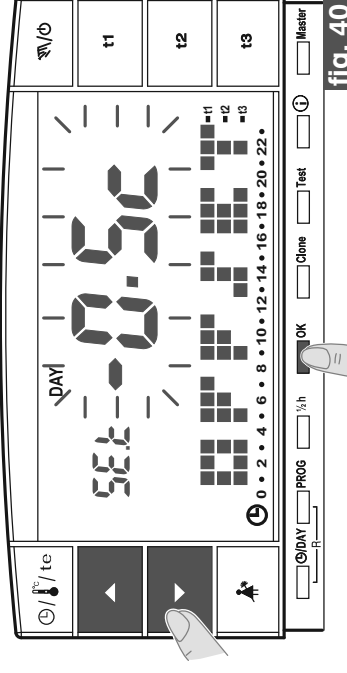

fig. 40
- Agendo sui tasti **▲**/**▼** impostare il valore desiderato (esempio in fig. 40).
- Premere **OK** per confermare e ritornare al funzionamento da programma (esempio in fig. 40).